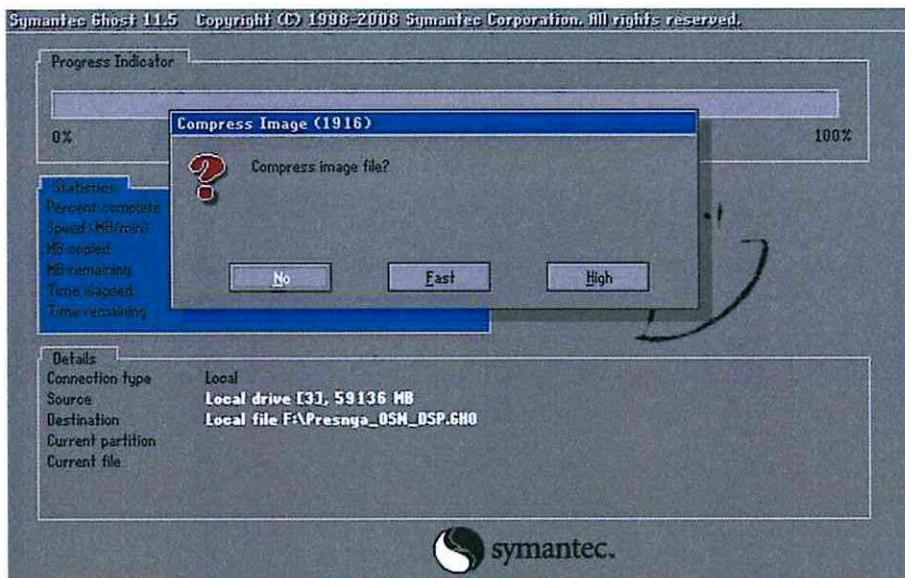

Рисунок 5. Выбор степени сжатия файла.
7.1.4 Выбрать степень сжатия файла, нажимаем «NO», в следующем окне нажимаем «YES» (Рисунок 5).